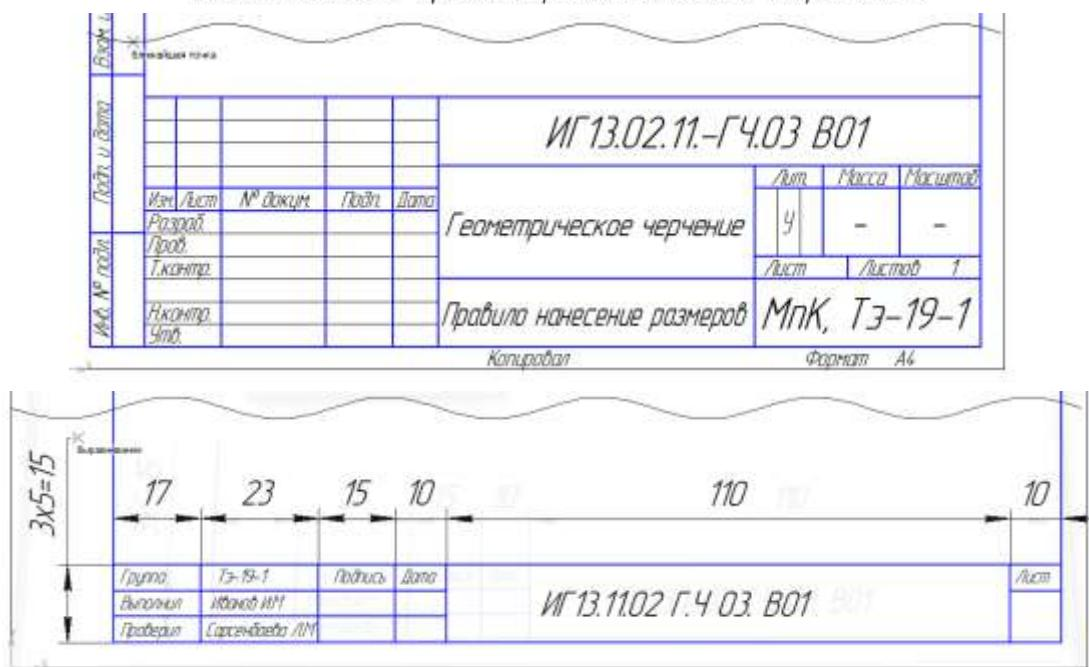

Рис.2 Пример выполнения основной надписи формы 1, 2а
Чертеж оформляется рамкой, которую проводят сплошной основной линией от верхней, правой и нижней сторон внешней рамки на 5мм и на 20мм от левой для подшивки листа. В правом нижнем углу формата помещают основную надпись чертежа (угловой штамп) Рис.1. Форма, содержание и размер графической основной надписи для технических чертежей (рис.2)
- 2.Соблюдая размеры основной надписи (рис.2) вычертите контуры сплошной тонкой линией;
2. Выполнить надписи буквами и цифрами чертежного шрифта размера 14; 10; 7; 5; 3,5 (рис.2), табл.2 и 3;